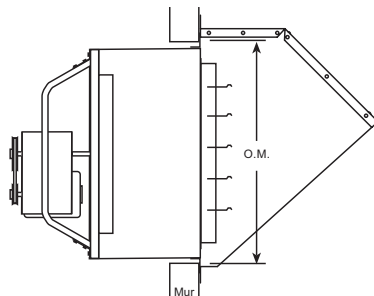

Figure 6 — Pose avec manchon mural
4. La Figure 6 montre une pose avec manchon mural.